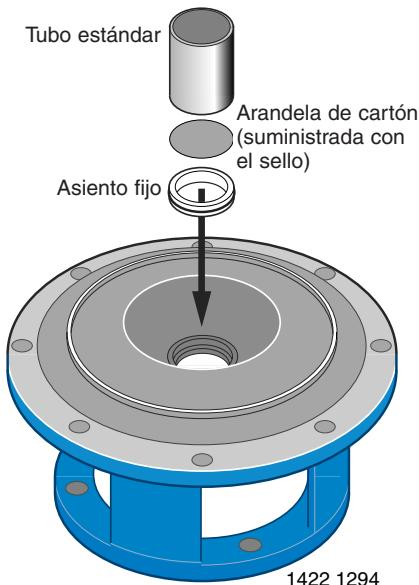

Figura 6
- Paso 5. Si el sello no queda debidamente acomodado después de haber vuelto a limpiar la cavidad del adaptador/ placa de estanqueidad, coloque una arandela de cartón sobre la superficie pulida del sello y presione cuidadosamente hasta que quede en posición usando un trozo de tubo estándar de 1" (2.54 cm) como prensa. (Figura 6). **NOTA:** ASEGUÍRESE de no rayar la superficie del sello.